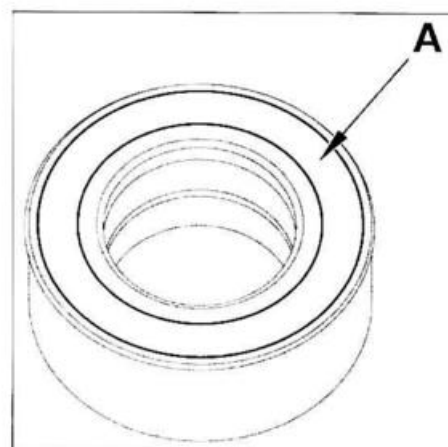

FIG. 23
- Montar la cara "A" del rodamiento con rueda magnética incorporada lado eje de transmisión (fig. 23).